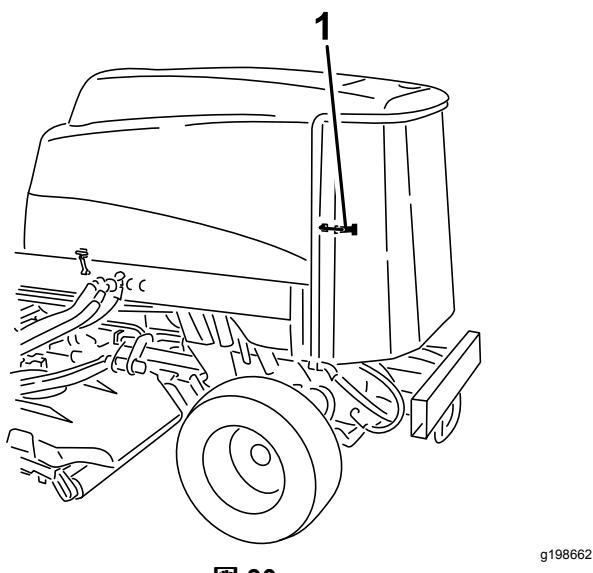

図 90
- 後部スクリーンのラッチを外してスクリーンを開く 図 90。